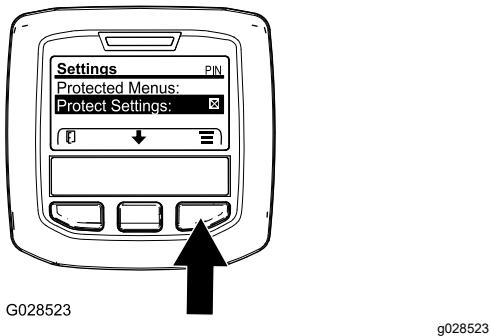

Figure 29
1. Dans le MENU PRINCIPAL, appuyez sur le bouton central pour naviguer jusqu'au menu RÉGLAGES, puis appuyez sur le bouton droit (Figure 29).